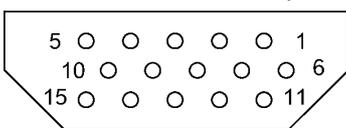
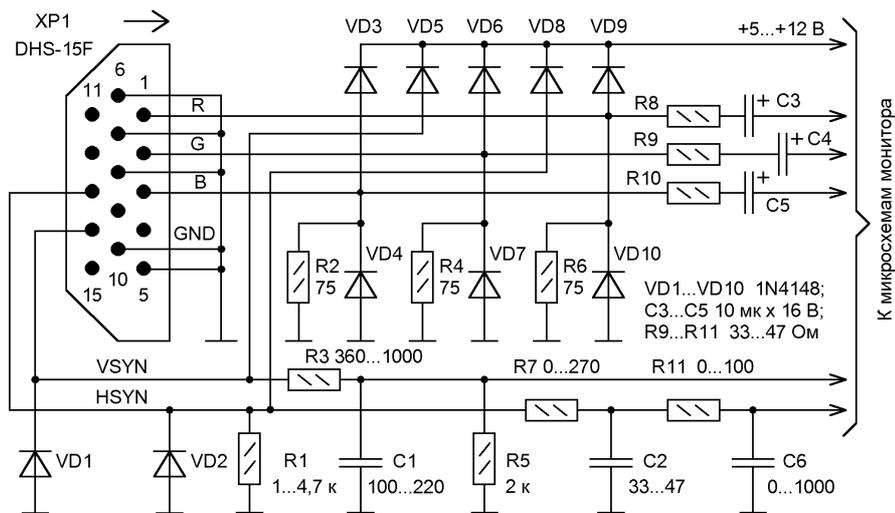

рис. 14
рис. 15
**Схема подключения VGA-монитора.** Итак, монитор выбран. Соединяться с DC он должен через кабель, оканчивающийся, как правило, вилкой DHS-15M (серия D-SUB высокой плотности). По-другому вилку называют 15-pin mini D-sub. Тип разъема и набор сигналов унифицированы практически во всех моделях современных IBM-совместимых мониторов, в отличие от мониторов для платформ "Macintosh", NEC. Историческая заслуга в этом принадлежит фирме IBM, которая явочным порядком ввела одинаковые разъемы в свои промышленные серверы и персональные компьютеры. Назначение контактов разъема приведено в **табл.5**, внешний вид показан на **рис.14**, а типовая схема входной части монитора изображена на **рис.15** (в реальности некоторые элементы могут отсутствовать или включены по-другому).